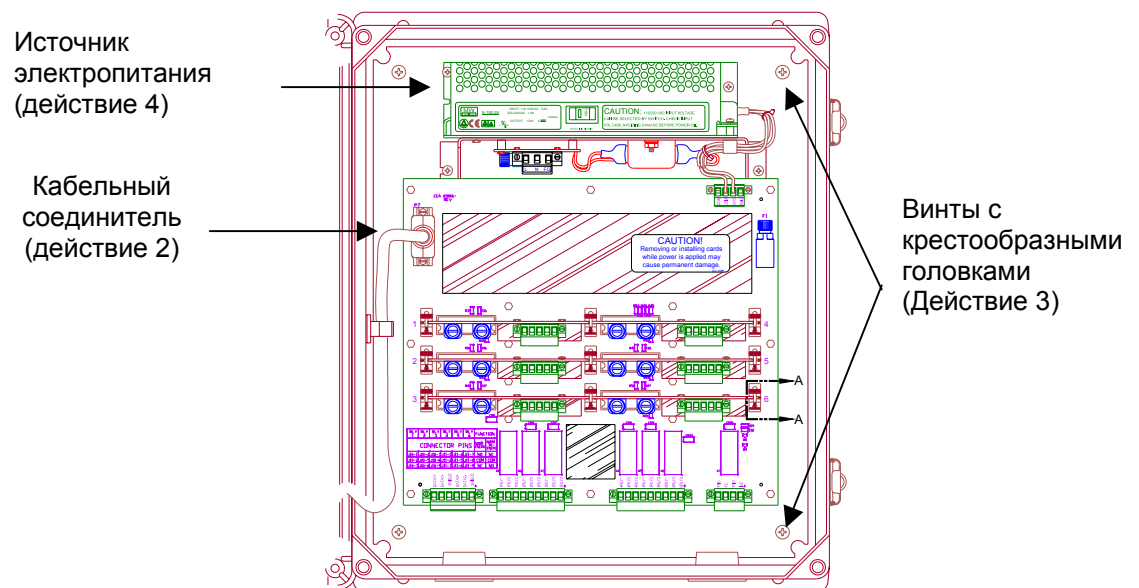

Рисунок 14: Подготовка шкафа MC600 к установке
2. Сразу после установки шкафа на свое место установите монтажную панель печатной платы в шкафу, закрепив ее на месте с помощью четырех винтов с крестообразными головками (Рисунок 14).
3. Повторно подключите кабельный разъем (Рисунок 14).